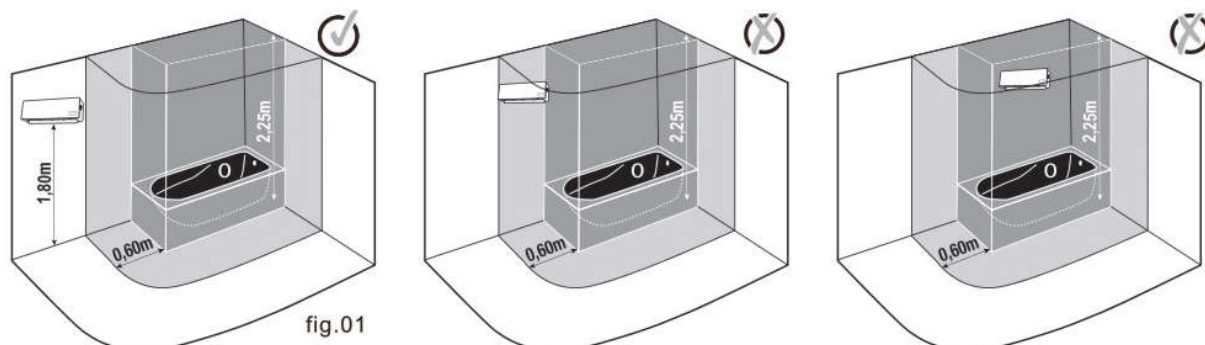

fig.01
- Avertissement: cet appareil doit être installé conformément aux exigences de la norme française d'installation électrique, dans la zone blanche (fig. 01).